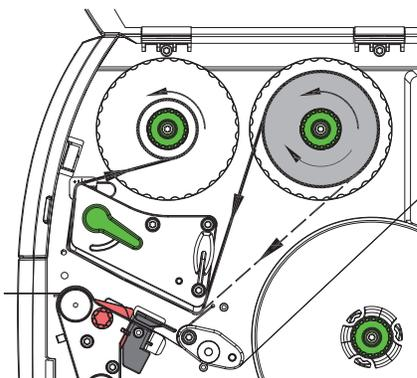

Figure 18 Défilement du ruban transfert
2. Tourner le levier (6) dans le sens inverse des aiguilles d'une montre pour soulever la tête d'impression.
3. Pousser le rouleau de ruban transfert (1) sur le dérouleur (2), de manière à ce que la partie encreuse du ruban pointe vers le bas lors du déroulement.
4. Positionner le rouleau (1) sur le dérouleur afin que les deux extrémités du rouleau se situent à des valeurs identiques sur l'échelle.
5. Maintenir le rouleau de ruban transfert (1) et tourner le bouton de réglage sur le dérouleur (3) dans le sens inverse des aiguilles d'une montre jusqu'à ce que le rouleau soit fixé.
6. Pousser un mandrin approprié (4) sur l'enrouleur de ruban transfert (5) et le fixer de la même manière.
7. Guider le ruban transfert à travers le mécanisme d'impression comme décrit sur la Figure 18.
8. Fixer le début de ruban transfert avec une bande collante sur le mandrin (4). Respecter le sens de rotation de l'enrouleur de ruban transfert, à l'inverse des aiguilles d'une montre.
9. Tourner l'enrouleur (5) dans le sens inverse des aiguilles d'une montre pour lisser le ruban transfert.
10. Tourner le levier (6) dans le sens des aiguilles d'une montre pour verrouiller la tête d'impression.